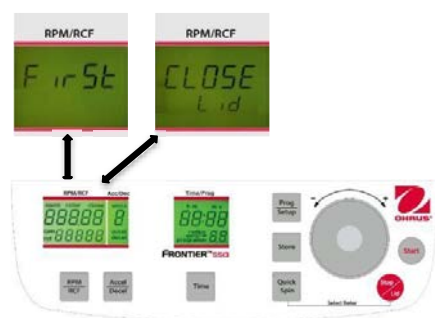

Figure. 20
Si les échantillons sont sensibles à la température, il est utile de pré-refroidir la centrifugeuse, le rotor et finalement les godets à la température requise de fonctionnement. Pour ce faire, insérer le rotor retenu et prédéfinir la température correspondante. En appuyant simultanément sur les touches **"Temp/Setup"** (13) (voir la figure 20) et **"Time"** (6), l'utilisateur démarrera une centrifugation. Pendant le fonctionnement, l'unité choisit automatiquement une vitesse de rotation équivalente à 20 % de celle autorisée du rotor inséré. Après avoir atteint la température prédéfinie, il est possible de quitter le pré-refroidissement avec la touche **"Stop"** (10). En fonction du rotor inséré, le pré-refroidissement dure environ de 10 à 20 minutes.
Pour adapter les données, appuyer sur la touche **"Store"** (2) (voir les figures 20 et 21) pendant 1 seconde environ. Si le programme est correctement mémorisé, le mot **"StoreE"** apparaît sur l'affichage **"RPM/RCF"** (A-1). Ceci aura pour effet de faire disparaître le mot **"programm"** (M10). Aussitôt après avoir libéré la touche **"Store"** (2), le mot "programm xx" (M10) réapparaît avec xx correspondant à l'emplacement du programme choisi. Si tous les numéros de programme sont occupés, l'utilisateur peut choisir un ancien numéro qui n'est plus actuellement utile et y introduire simplement les nouveaux paramètres.